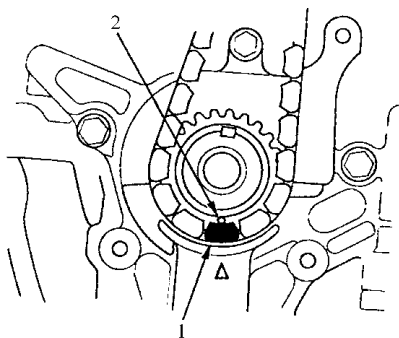

图 2-80 正时链白色片要对准
- 3) 将正时链安装在曲轴链轮上, 如图 2-80 所示, 色片(1)要对准曲轴链轮上的 TDC 标记(2)。